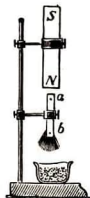

Abb. 282
**Versuch:** Bring ein Eisen- oder Stahlstäbchen (*a*, *b* in Abb. 282) in die Nähe des Nordpols eines Magnetstabes! [Ergebnis: Das Stäbchen wird sofort magnetisch.] Untersuche die Polarität des Endes *b*! [Es zeigt sich nordpolar.] Merke also: